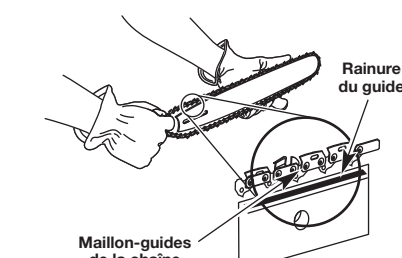

Fig. 37
- Placez les maillon-guides de la chaîne dans la rainure du guide tel qu'indiqué (Fig. 37).